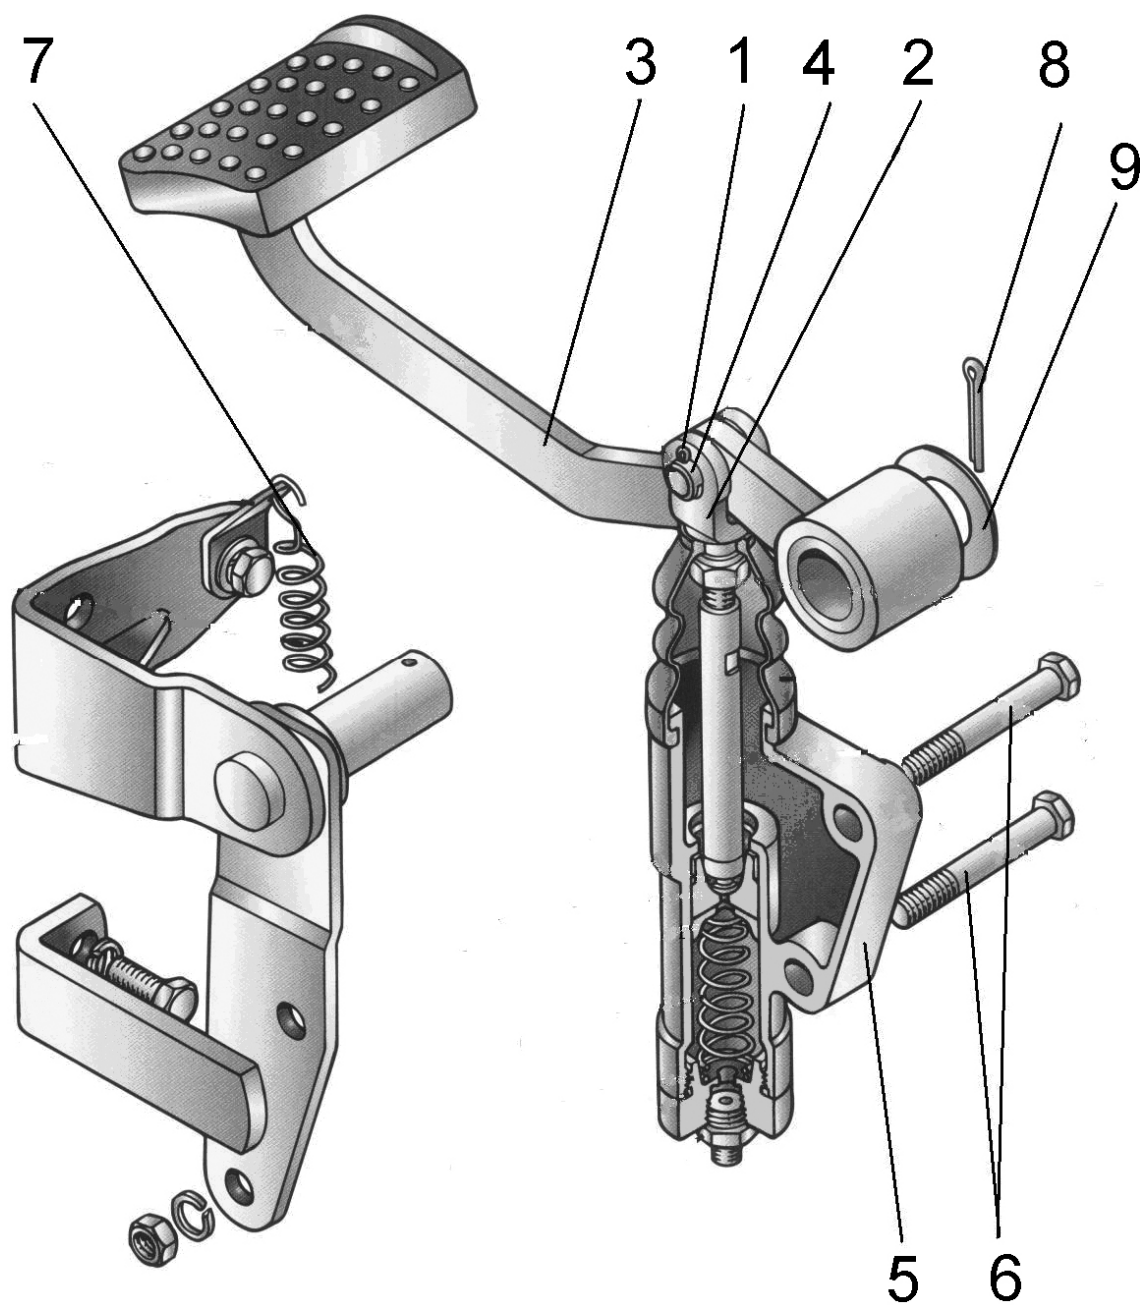

Рисунок 4.167
- 3) извлеките шплинт 1 (рисунок 4.167) и отсоедините толкатель главного цилиндра реверса 2 от педали 3, вынув палец 4;